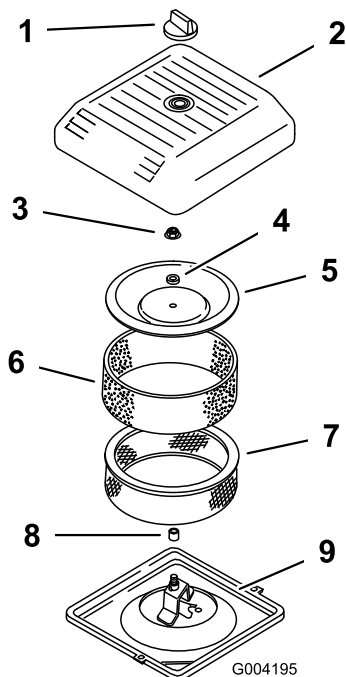

図 17
2. エア・クリーナのカバーを固定しているノブを外し、カバーを取り出す(図 17)。
3. ペーパー・エレメントについているスポンジ・エレメントを注意深く外す(図 17)。
4. カバー・ナットを外し、カバー、スペーサ、ペーパー・エレメントを外す(図 17)。
2. エア・クリーナのベースにエア・クリーナ・アセンブリを取り付ける(図 17)。
3. カバーとスペーサを元どおりに取り付け、ナットで固定する(図 17)。ナットを 241.30 cm-lb (1.0 kg.m) にトルク締めする。
4. エア・クリーナのカバーを元通りに取り付け、ノブで固定する(図 17)。